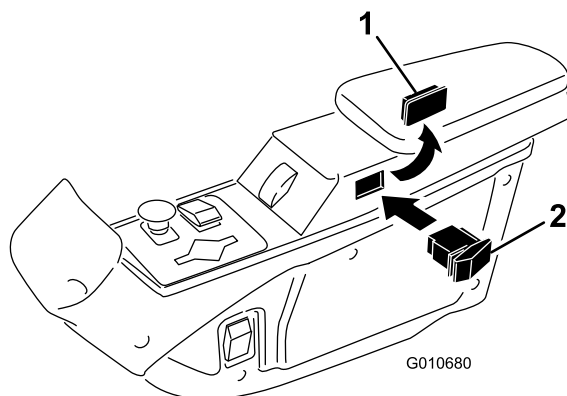

Figura 10
1. Retire o tampão do furo do lado do operador no braço de controlo (Figura 10).
2. Introduza o interruptor no furo (Figura 10). Posicione o interruptor de forma a que se mova para a frente para activar.